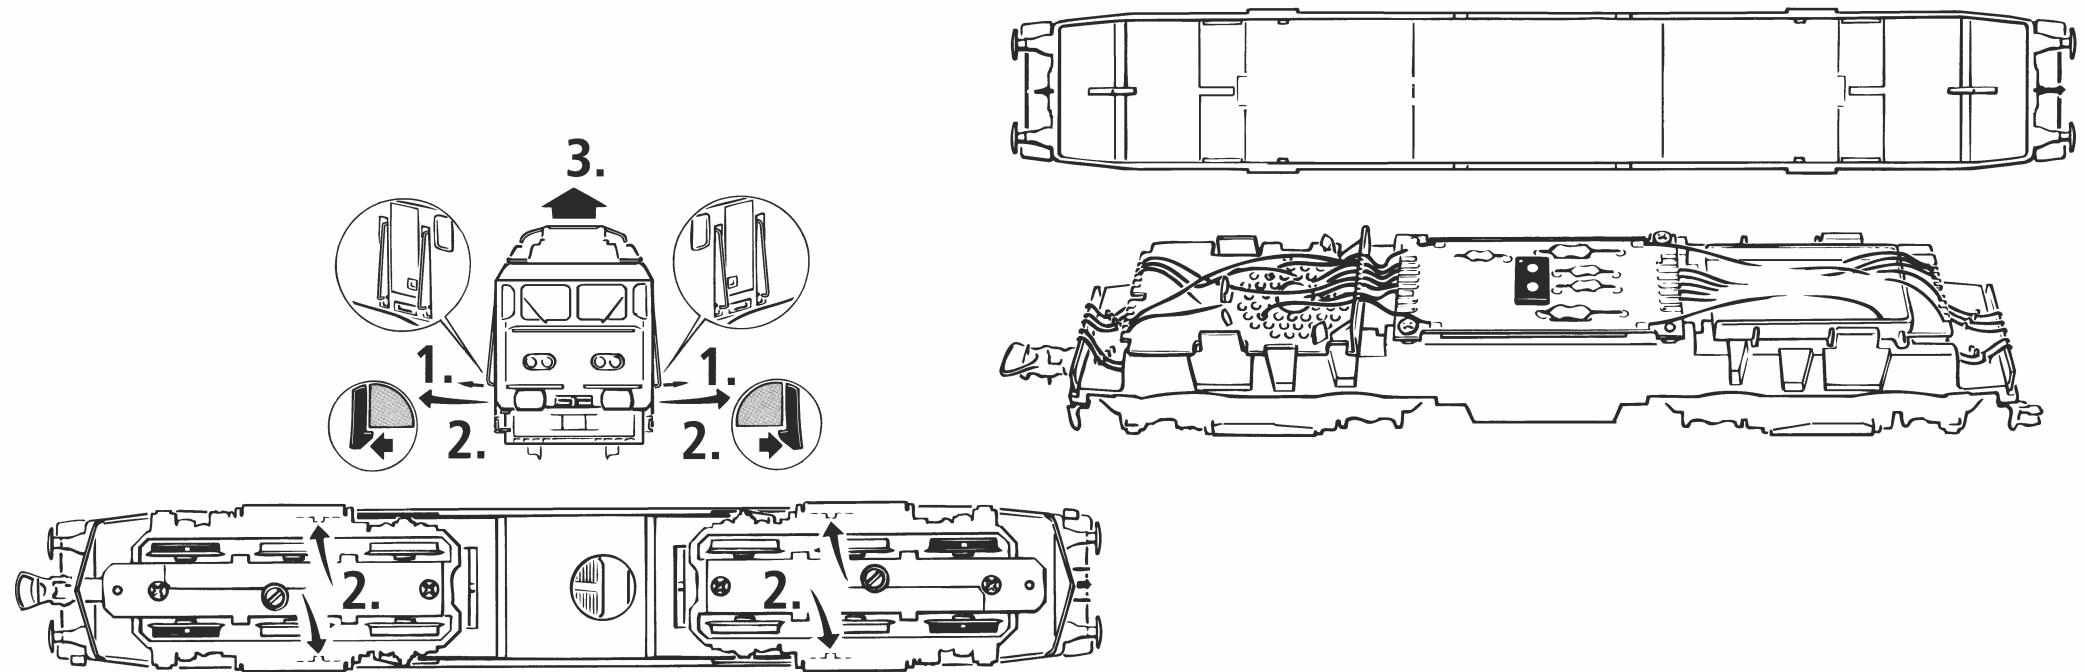

Fig. 4
2. Schmierung: Versehen Sie die im Schmierplan in Fig. 4 gekennzeichneten Stellen mit nur **kleinen Öltropfen**. Dazu zuerst das Lokgehäuse abnehmen (Fig. 3). Wir empfehlen den **ROCO-Öler** Art. Nr. **10906**. Zur Schmierung der Getriebeteile (Zahnräder, Schnecke) empfehlen wir das **ROCO-Spezialfett 10905**. Im Falle der Schmierung diese Teile bitte nicht ölen.
aux endroits indiqués par le plan de graissage (fig. 4) après avoir démonté le couvercle du carter des engrenages (fig. 3). Nous vous recommandons le **graisseur à huile ROCO réf. 10906**. Pour graisser les engrenages (roues dentées, vis sans fin) nous vous conseillons la **graisse spéciale Roco ref. 10905** pour engrenages en matières synthétiques. Lorsque vous utilisez cette graisse il faut éviter d'huiler ces composants.
2. Het smeren: Op de aangegeven punten slechts **een enkel oliedruppeltje** (Fig. 4). Daartoe wel eerst het lochuis verwijderen (Fig. 3). Wij adviseren **Rovo-smeerolie art. 10906**. Voor het smeren van de aandrijving (tandwielen, wormwielen, etc.) adviseren wij **Roco-smeervet art. 10905**. Let op. Geen olie gebruiken waar smeervet zit.